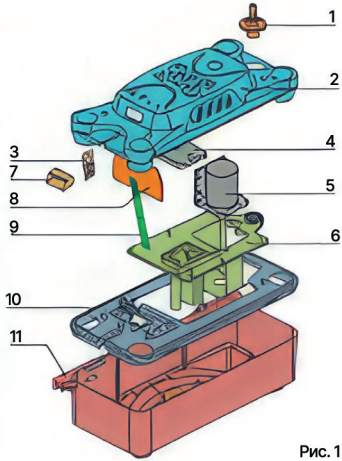

Рис. 1
- Крепление насоса. У насоса имеются 2 встроенных кронштейна (рис. 1, поз. 3), расположенных на противоположных сторонах резервуара. Установка только в горизонтальном положении. Убедитесь, что насос выровнен по уровню, а приемные отверстия расположены ниже слива кондиционера. Корпус насоса не предназначен для установки в нем трубопроводных фитингов.